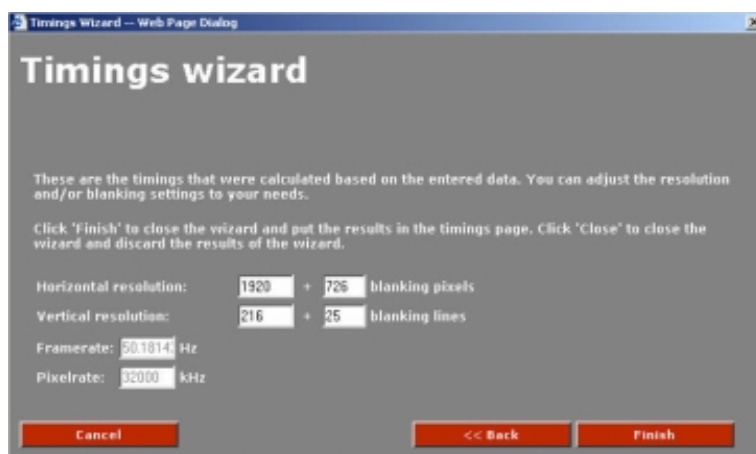

Imagen 8-13
1. Haga clic con el ratón en el campo cuyo valor quiere cambiar. (imagen 8-13)